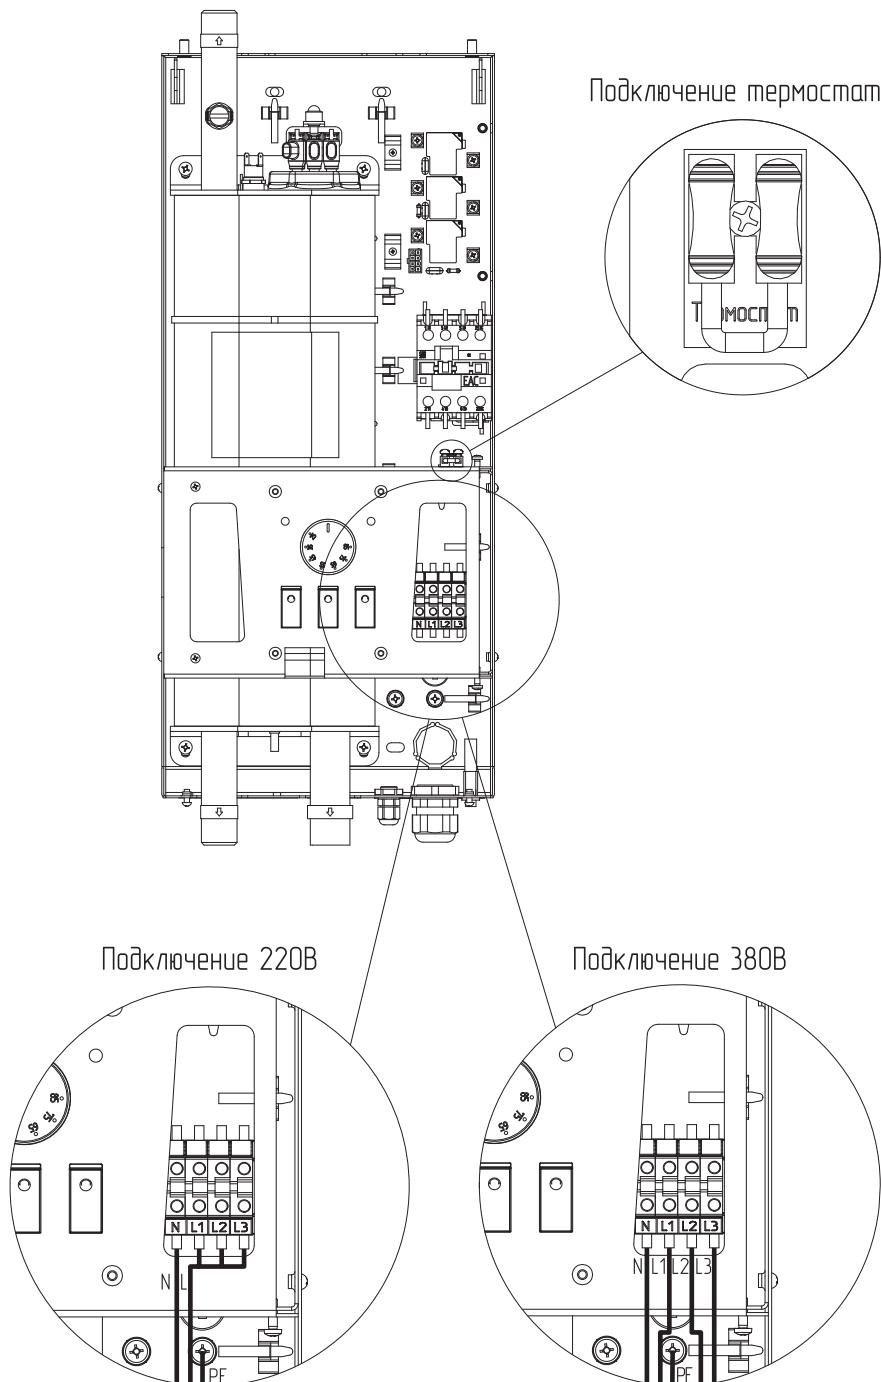

Рис. 10 Схема подключения котла
- На котле вместо перемычки (**Рис. 10**) подключите выносной релейный термостат (в комплект не входит). При замкнутом контакте выносного термостата котел будет нагревать систему отопления до заданной на котле температуры. Котел отключится при достижении указанной на выносном термостате температуры воздуха или температуре теплоносителя.
- При использовании устройства BAXI Connect+ его контакты управления дополнительным котлом подключите к котлу AMPERA LITE вместо перемычки комнатного терmostата, как показано на **Рис. 10**. В соответствии с рекомендациями в инструкции BAXI Connect+ проведите настройку в приложении на смартфоне.